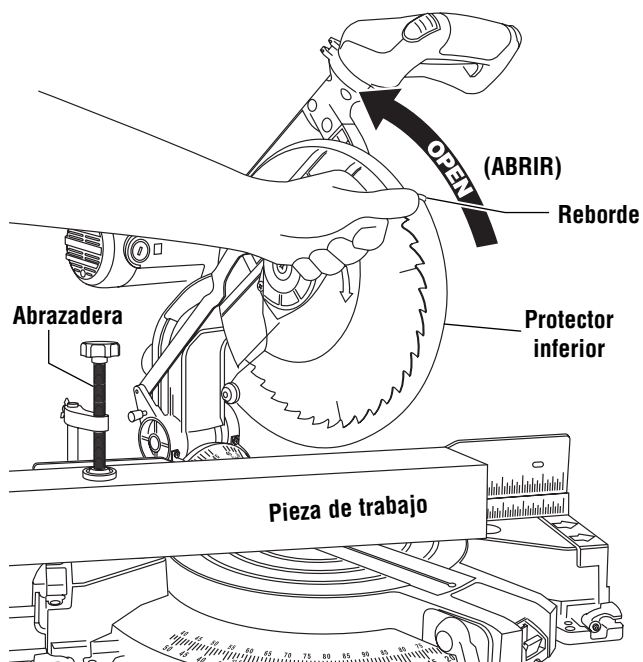

Figura 2. Subida del protector inferior
- La pieza de trabajo debe sujetarse firmemente con abrazaderas. Esto deja libre una mano para subir el protector por el reborde justo lo suficiente para que no toque la pieza de trabajo (Figura 2).